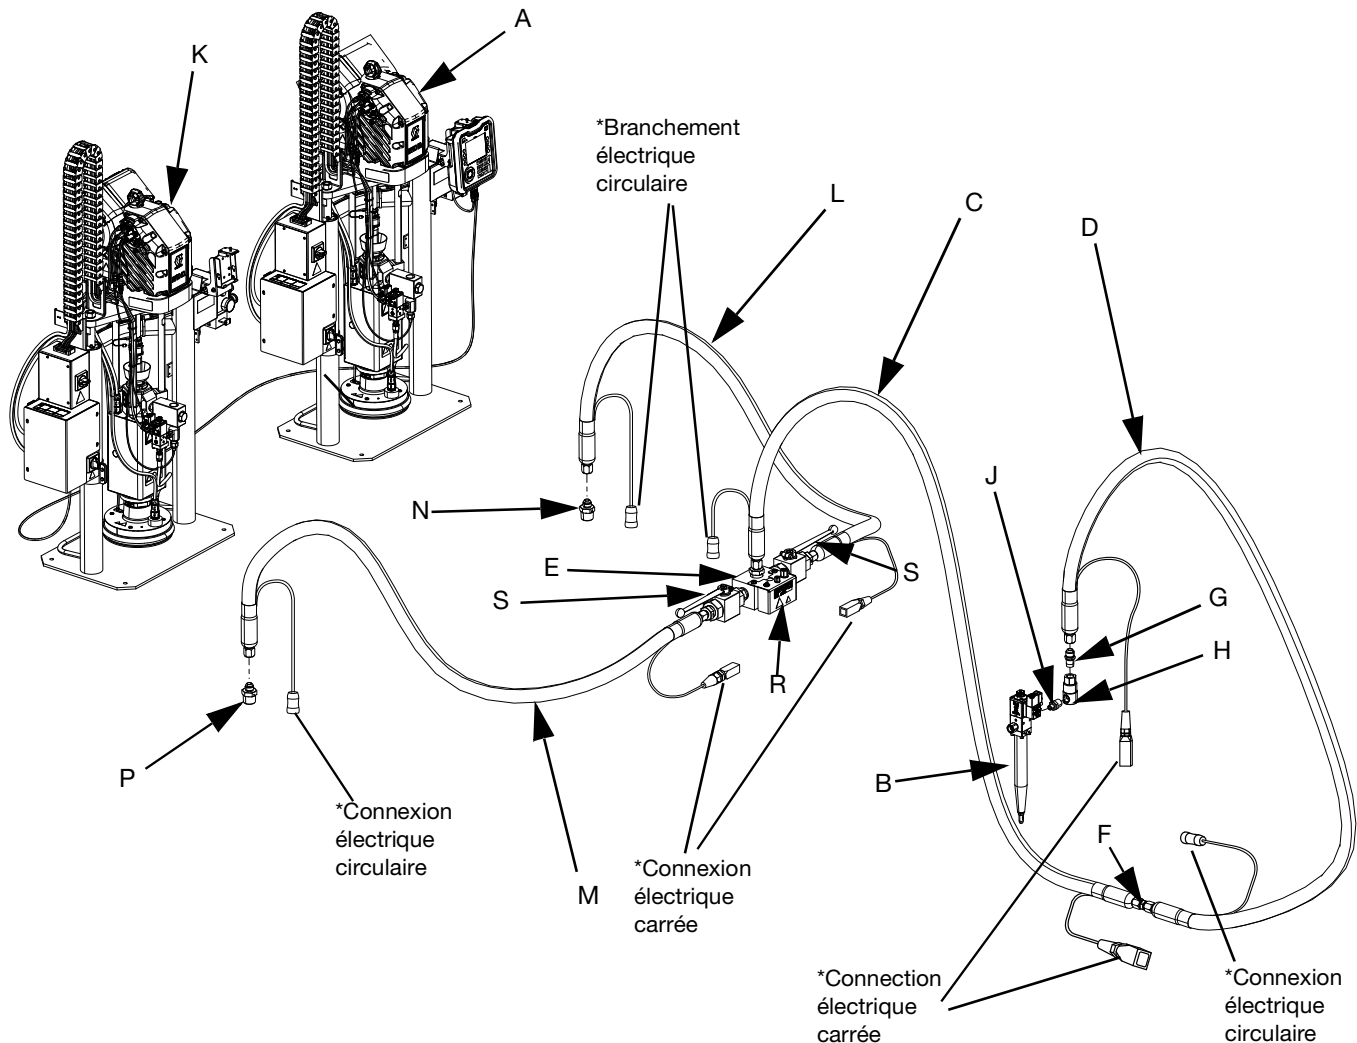

Fig. 2: Système de distribution E-Flo iQ en tandem
REMARQUE : FIG. 2 illustre une installation typique du système de distribution E-Flo iQ avec une unité d'alimentation iQ à élévateur tandem, des flexibles, des connecteurs et une vanne de distribution iQ. Certaines installations peuvent ne pas nécessiter le flexible d'alimentation 2 (D) à la vanne de distribution iQ (B) selon les besoins du système.